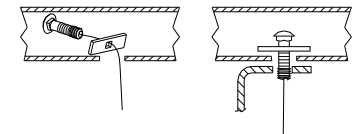

Figure 2.
①	Qté (2)	Boulon de carrosserie 1/2-13 X 2.00	③	Qté (2)	Rondelle conique 1/2 po
②	Qté (2)	Espaceur	④	Qté (2)	Écrou hexagonal 1/2-13
- À l'aide de fils de tirage, insérer un boulon de carrosserie et un grand espaceur à travers les fentes dans le bas des longerons de châssis, tel qu'illustré à la figure 2. **Remarque :** Il se peut que le boulon de carrosserie doivent être inséré en angle. Laisser les fils de tirage en place pour repérer le boulon plus facilement lorsque l'attelage sera en position.